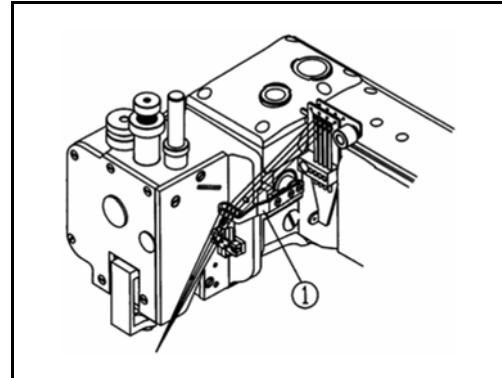
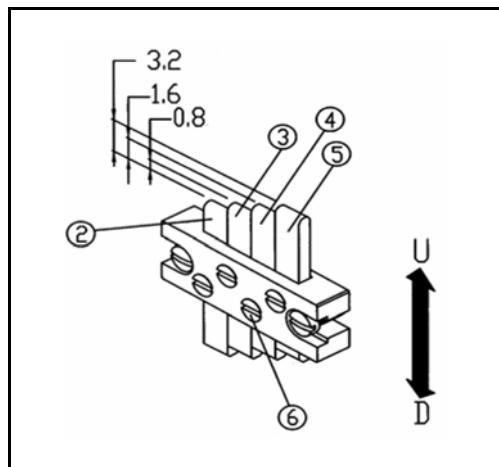

Рис. 23
Рис. 24
- (1) Установите нитепрятгиватель игольной нити ① в самой нижней точке (Рис. 23).
- (2) Установите кончик штыря ② на одном уровне с игольной нитью четвертой правой иглы.
- (3) Установите штырь ⑤ на высоту 3.2 мм над штырем ②.
- (4) Установите штырь ④ на высоту 1.6 мм над штырем ②. Установите штырь ③ на одном уровне со штырем ② или на 0.8 мм выше него.
Крепко затяните винты ⑥. (Рис. 24)